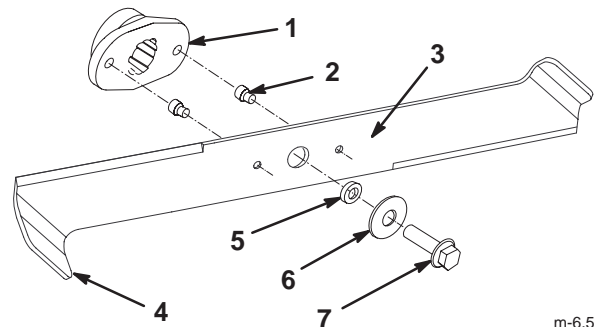

Bild 32
2. Untersuchen Sie die Schnittkanten (Bild 32). Bauen Sie, wenn die Kanten nicht scharf sind oder Kerben aufweisen, die Schnittmesser aus und schärfen Sie sie. Siehe „Schärfen der Schnittmesser“ auf Seite 32.
3. Prüfen Sie die Schnittmesser, insbesondere die gebogenen Kanten (Bild 32). Montieren Sie neue Messer, wenn Sie eine Abnutzung oder Beschädigung dieses Bereichs feststellen.
4. Ersetzen Sie die Scherbolzen sofort, wenn sie gebrochen sind (Bild 32).
3. Entfernen Sie die Messerschrauben, Scheiben und Messer (Bild 32). Sie können einen Holzklötz zwischen das Schnittmesser und das Mähwerk keilen, um das Schnittmesser beim Entfernen der Schraube zu blockieren.
1. Montieren Sie die Schnittmesser, Scheiben und Messerschrauben (Bild 32).